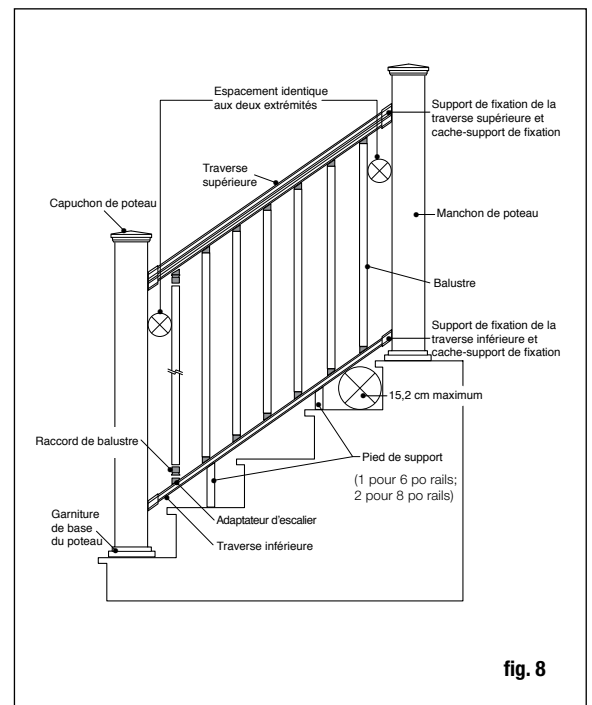

fig. 8
Étape 3 : Grâce au niveau, positionnez, mettez le poteau à niveau et maintenez-le avec un serre-joint à la face intérieure de la solive. Remettez à niveau. Le poteau de garde-corps de 10 x 10 cm (4 x 4 po) devrait être boulonné à l'intérieur de la solive avec deux boulons de carrosserie galvanisés 1/2 x 6 po. Les poteaux de coin utilisent un troisième boulon de carrosserie inséré à travers la solive adjacente (fig. 8).
Étape 6 : Mesurez la distance entre les manchons de poteaux installés pour déterminer la longueur des traverses du haut et du bas. Placez la traverse inférieure sur les girons, près des poteaux et ajustez afin que la distance entre le premier raccord de balustre et le poteau soit plus élevée qu'au moins 4,5 cm (1-3/4 po), puis égale aux deux extrémités. Marquez la traverse à la bonne longueur et angle. Coupez la traverse du bas. Coupez la traverse du haut à la même longueur et le même angle (fig. 8). Assurez-vous de tailler les deux pieds de support à la bonne longueur afin de veiller à ce que le raccord de balustre et l'adaptateur d'escalier à chaque extrémité entrent en contact avec le giron d'escalier et la traverse inférieure. **Un pied de support est requis pour une traverse horizontale de 6 pi tandis que deux pieds de support sont requis pour une traverse horizontale de 8 pi ou le garde-corps d'escalier ne sera pas installé correctement.** Le raccord de Balustre et l'adaptateur d'escalier doivent être solidement fixés au giron et à la traverse inférieure. Pour installer les pieds de support : 1) Installez le raccord de balustre en sécurisant la vis dans le giron d'escalier; 2) Placez le pied de support par dessus le raccord de balustre; 3) Installez l'adaptateur d'escalier en sécurisant la vis dans la traverse inférieure, en vous assurant que la ligne médiane de l'adaptateur est à niveau avec le pied de support; 4) Insérez l'adaptateur d'escalier dans la partie supérieure du pied de support (fig. 9a et 9b).
Étape 8 : Placez les couvre-supports et support de traverse aux extrémités de la traverse inférieure. Portez une attention particulière aux supports utilisés, sachant qu'ils ont des angles différents entre les traverses supérieures et inférieures. Placez la traverse inférieure entre les poteaux des girons de l'escalier (fig. 9b). Vous pourriez devoir placer des cales entre deux nez de marche afin de surélever la traverse du bas. Vérifiez les exigences dans votre région. Généralement, une balle de 15 cm (6 po) ne peut pas passer par le triangle formé par la traverse inférieure, le giron et la contremarche (veuillez consulter la page précédente pour voir la fig. 8). Centrez le support d'escalier sur le poteau. En utilisant le support d'escalier comme guide, marquez la position des vis sur le manchon de poteau et sur les deux extrémités de la traverse. Percez des avant-trous de 1/8 po dans le manchon de poteau et la traverse. Fixez le support d'escalier au manchon de poteau grâce à des vis à tête plane n° 8-15 x 2 po - n° 2, puis fixez le support d'escalier à la traverse en utilisant des vis à minces à têtes carrées autotaraudeuses n° 10-16 x 3/4 po - n° 2.